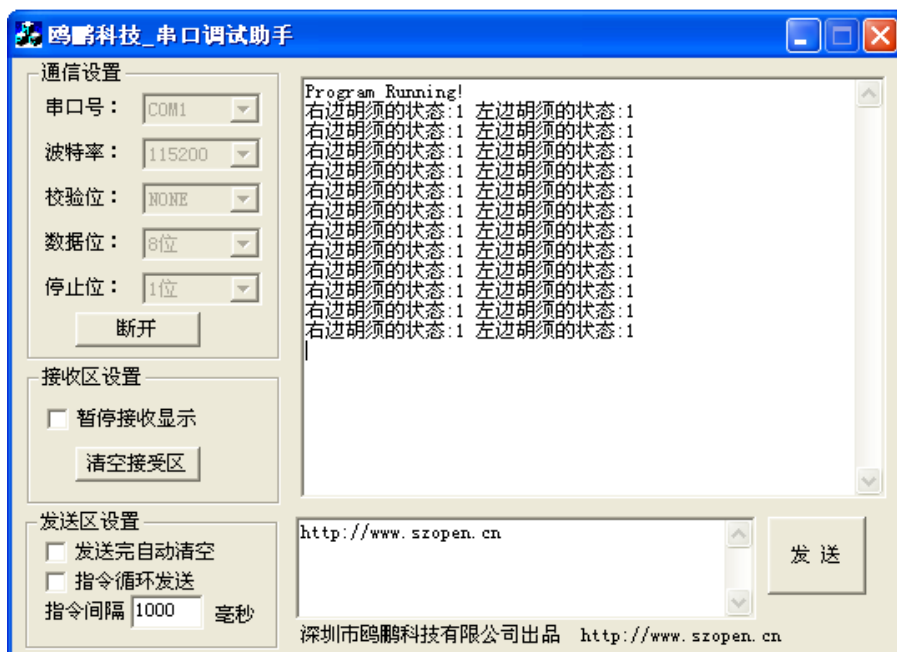

图 4.8 左右胡须均未碰到
- 此时调试终端显示：“右边胡须的状态:1 左边胡须的状态:1”，如图 4.8 所示。